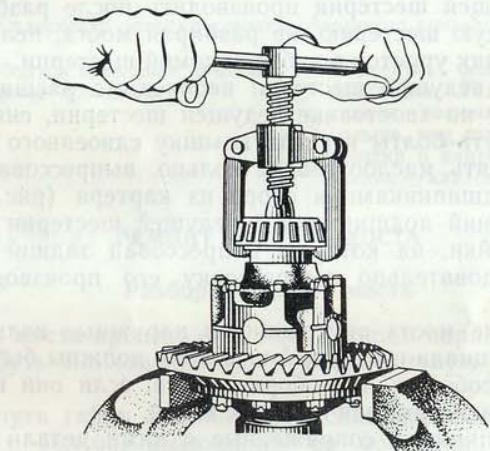

Рис. 149. Снятие внутреннего кольца подшипника дифференциала
- Снять внутренние кольца подшипников дифференциала с шеек коробки сателлитов с помощью съемника (рис. 149).